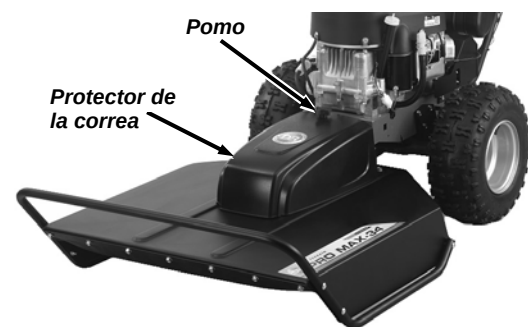

Figura 25
1. Desenrosque el pomo que fija el protector de la correa a la cubierta y retire el protector (**Figura 25**).